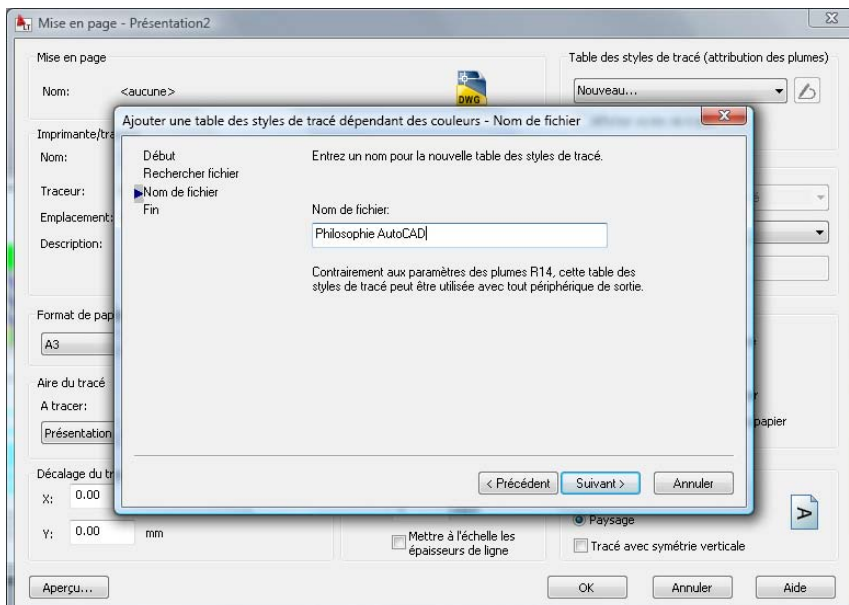

Figure 6.47
- On commence par saisir un nom du fichier pour la table de style de tracé que nous allons créer. Ici, par exemple, nous lui donnons le nom de « Philosophie AutoCAD » (voir Figure 6.47). Cliquons sur Suivant.